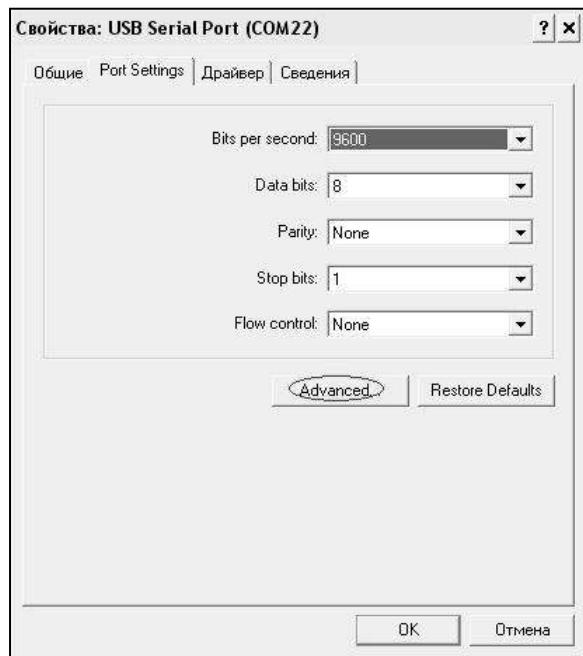

Рисунок 2.5 – Окно свойств USB-порта
2.5.6.2.3 Перейти на вкладку «Параметры Окна», нажать кнопку «Дополнительно» (рисунок 2.5). Затем, в выпадающем списке «Номер СОМ-порта» выбрать «СОМ 1» (рисунок 2.6) и нажать кнопку «OK».